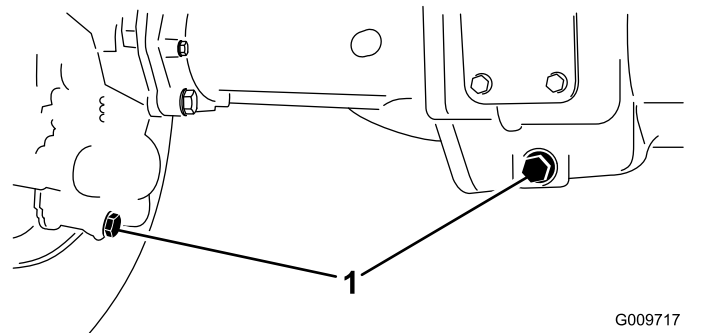

图57
2. 清洁3个排油塞的周边区域——两端各1个中间1个(图57)。